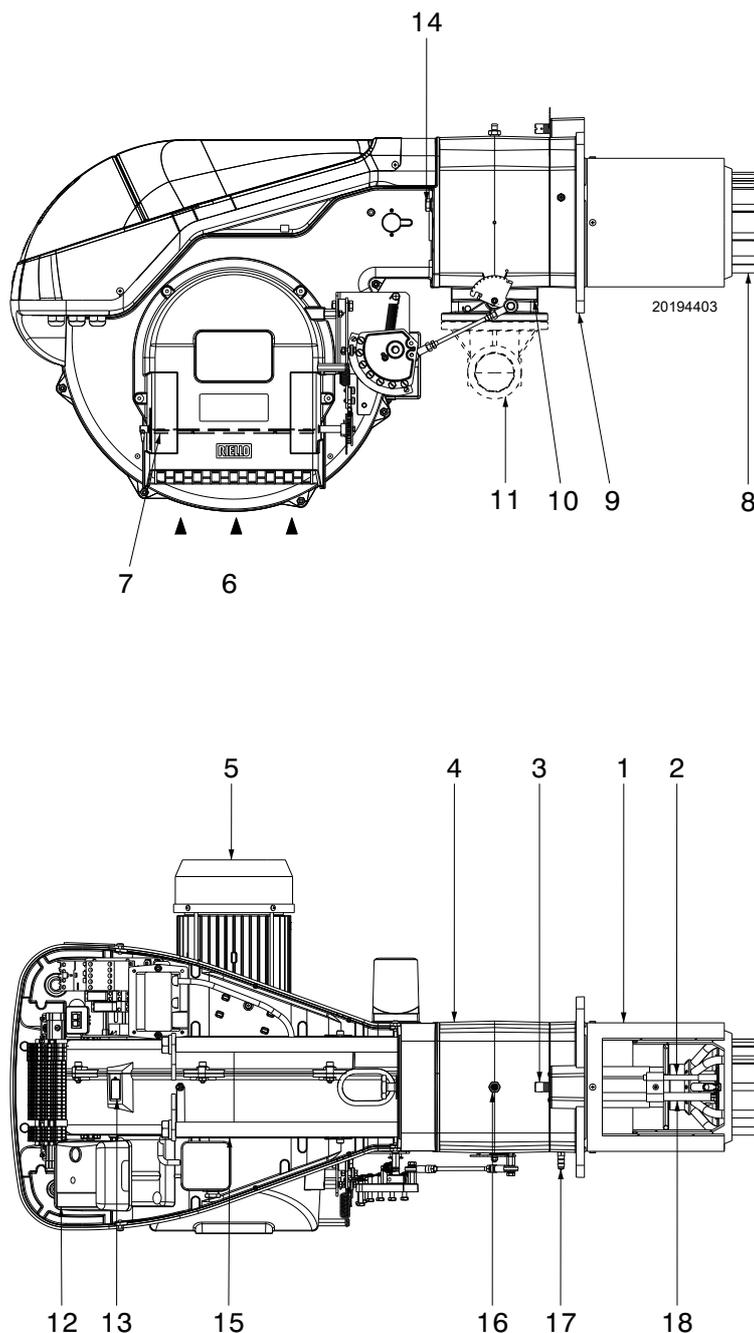

图 5
- (1) 参考条件 : 环境温度 20°C - 燃气温度 15°C - 大气压力 1013 mbar - 海拔 0 m a.s.l.
(2) 测试点 16) (图 5) 处的燃气压力, 此时炉膛压力为 0 并且燃烧器处于最大出力运行状态。
(3) 噪音测试在制造商燃烧实验室内进行, 燃烧器在测试锅炉上以最大出力运行。声功率以“自由场”法测得, 符合 EN 15036 标准要求以及 EN ISO 3746 标准要求的“准确 : 类别 3”的测量精确度。
如果控制盒按钮（红色 LED 灯）12）（图 5）指示灯亮起，则表示燃烧器锁定。